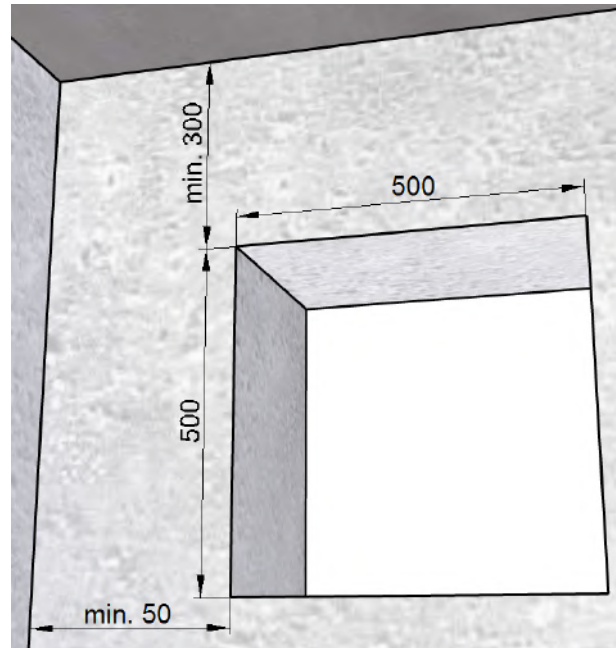

Abb. 9: Mauerdurchbruch für Montageset
- Mauerdurchbruch in voller Breite (siehe Abb. 9 auf Seite 14) für Montageset **mit** Füllstück M-WRG-M/Fü
- Mauerdurchbruch in voller Breite (siehe Abb. 9) für Montageset **mit** Füllstück M-WRG-M/Fü